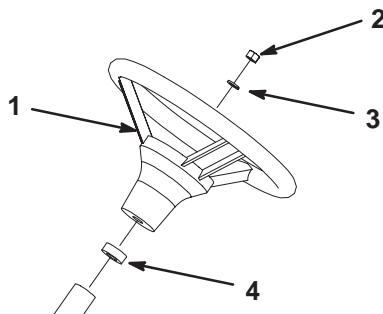

Bild 4
3. Befestigen Sie das Lenkrad mit der Mutter an der Lenkspindel (Bild 4).